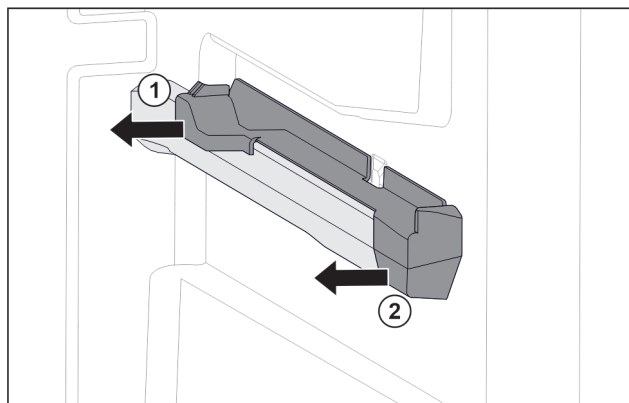

Fig. 26 Вставная часть на правом контейнерном ребре
- ▶ Отодвиньте вставную часть сзади в сторону. Fig. 26 (1)
- ▶ Отодвиньте вставную часть спереди в сторону. Fig. 26 (2)